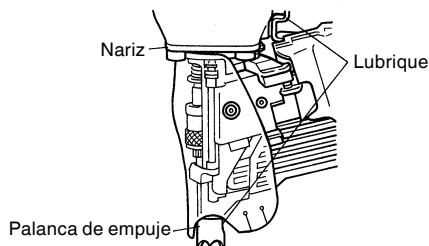

Fig. 20
- Compruebe si la palanca de empuje puede deslizarse con suavidad (Fig. 20). Limpie el área deslizante de la palanca de empuje y emplee el aceite proporcionado para lubricarla de tanto en tanto.